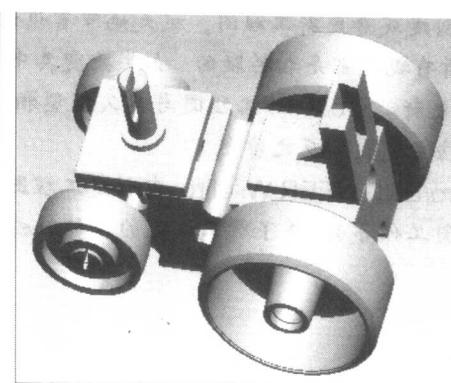

图 1-2 预览小车组件
步骤 4：在【文件列表】中，单击组件 xiaocche-ok.asm。在预览窗口中查看该组件，如图 1-2 所示。
- 单击【预览】(Preview) 按钮，在打开模型之前先进行预览，如图 1-2 所示。